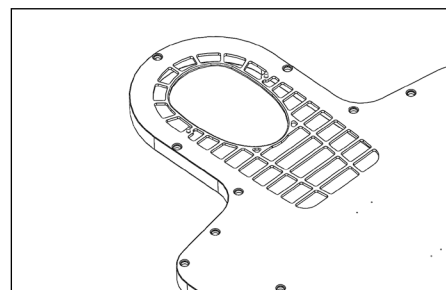

Fig. 3
3. Kontroller at pinnene er trukket godt til før bruk (Fig. 3).